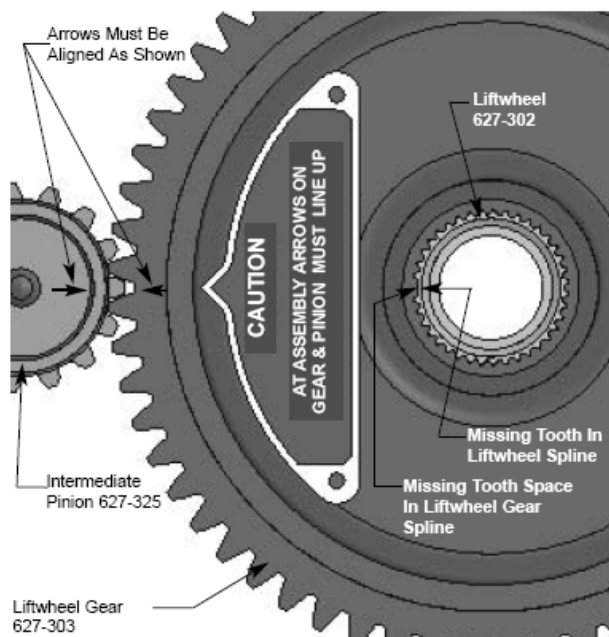

**Abbildung 22: Elliptisches Zahnrad**
**HINWEIS:** Bei diesen Bauteilen ist die Verzahnung so gestaltet, dass nur eine korrekte Anordnung möglich ist. Siehe Abbildung 22.
Legende zu Abb. 22
3. Die Kettenglieder mit einem Bolzenschneider mit Spezialschneiden (bsw. H.K. Porter No. 0590MTC) zum Trennen von gehärtetem Stahl zerlegen (siehe Abbildung 22). Die Schneiden müssen mindestens 25,4 mm (1 Zoll) lang sein.